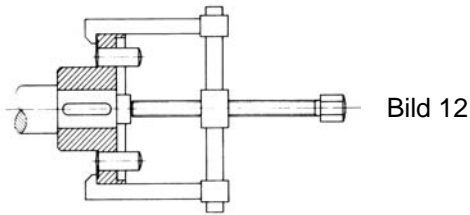

Bild 12
- Sechskantmutter (902.32) lösen (nicht bei allen Pumpengrößen vorhanden) und Gehäusedeckel (161) aus Lagerträgerlaterne (344) nehmen.
- Kupplung mittels Kupplungszieher abziehen (Bild 12). Passfeder (940.52) herausnehmen.